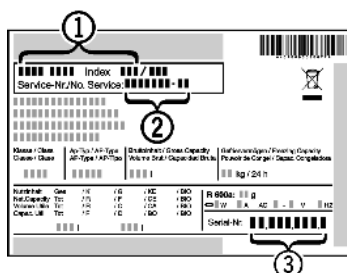

Fig. 24
- ▶ Označení přístroje *Fig. 24 (1)*, servisní číslo *Fig. 24 (2)* a sériové číslo *Fig. 24 (3)* naleznete na typovém štítku. Identifikační typový štítek je umístěn na levé vnitřní stěně přístroje.
- ▶ Informujte zákaznický servis a sdělte poruchu, označení přístroje *Fig. 24 (1)*, servisní číslo *Fig. 24 (2)* a sériové číslo *Fig. 24 (3)*.